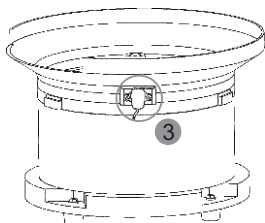

图3
- 方式3，在料盘上焊接一个支架，将振动传感器安装在支架上，见图3。